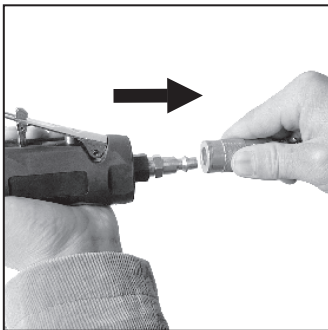

Рисунок 8 – Отключение пневмолинии
- Отсоедините пневмолинию от разъёма пневматической зачистной машинки, предварительно стравив давление (рис. 8).